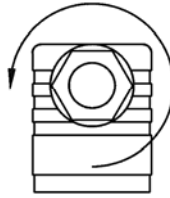

Abb. 9
- ⇒ Lösen Sie die Verschraubung PG 9 (Pos. 5, Abb. 9).